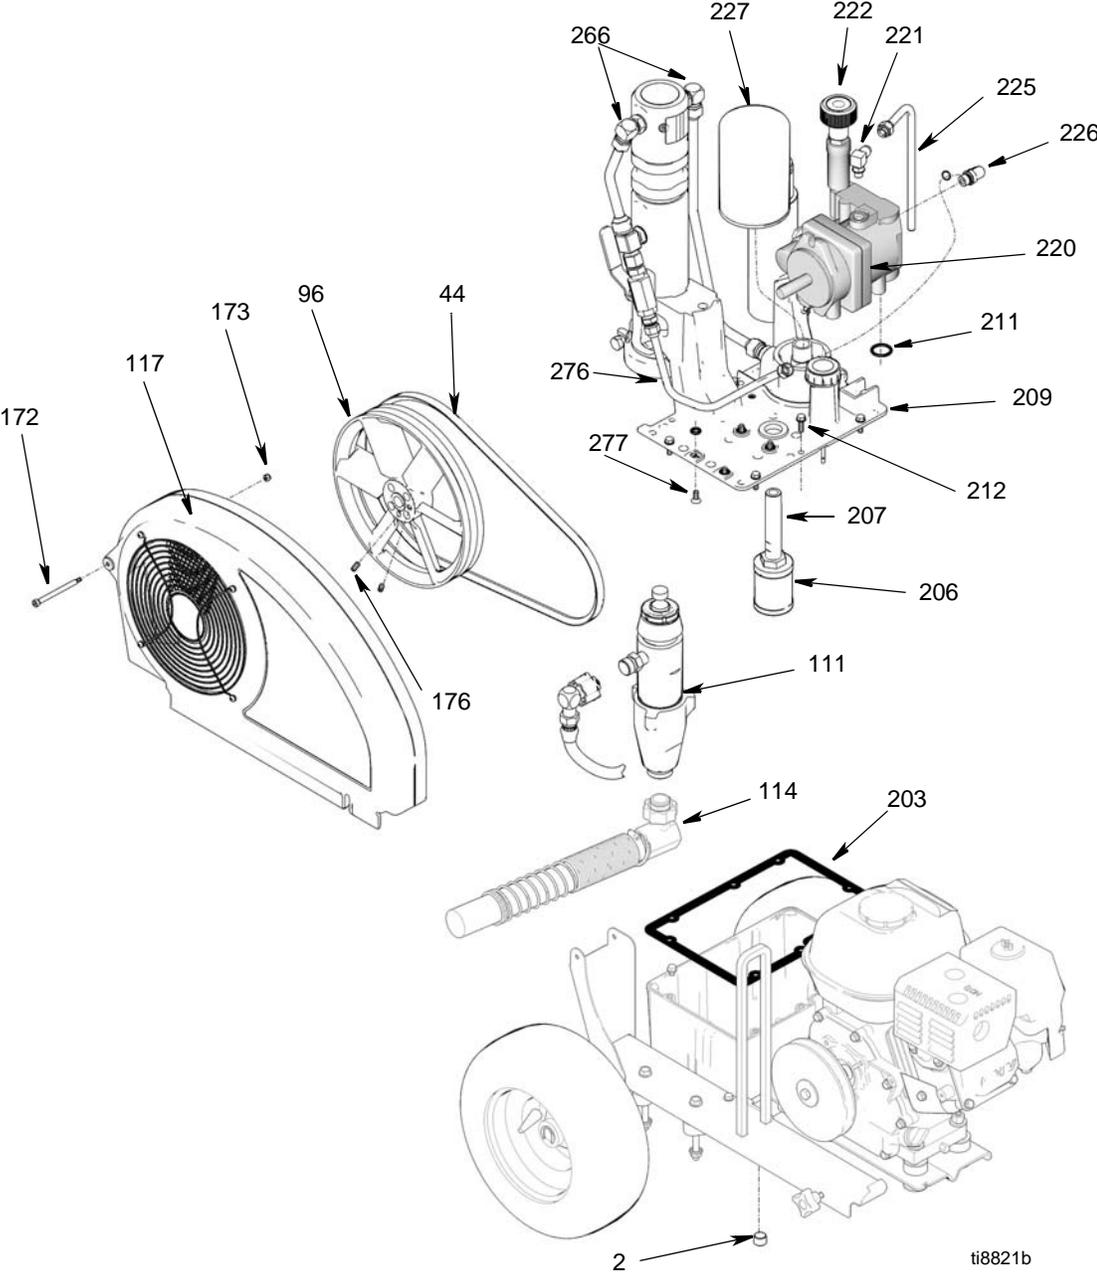

FIG. 2
(Figure 2)
3. Enlever le bouchon de vidange (2) et le filtre à huile (227) et vidanger le fluide hydraulique.
4. Fig. 2. Débrancher la tuyauterie d'aspiration (114).
5. Débrancher la pompe (111), page 15.
6. Retirer la vis (172), l'écrou (173) et le carter de courroie (117).
7. Soulever le moteur et démonter la courroie (44).
8. Enlever les deux vis sans tête (176) et la poulie du ventilateur (96).
9. Démonter le tuyau de vidange (225).
10. Démonter le coude (221).
11. Séparer le tube (276) du coude (226). Enlever le coude (226) de la pompe hydraulique (220).
12. Enlever les huit vis (212), le couvercle du réservoir (209), le filtre (206) et le joint (203).
13. Enlever les quatre vis (277) et la pompe hydraulique (220) du couvercle du réservoir (209).
1. Monter la pompe hydraulique (220) sur le couvercle du réservoir (209) avec les quatre vis (277) ; serrer à 90-110 in-lb (10,1-12,4 N·m).
2. Fixer le joint (203) et le couvercle du réservoir (209) avec huit vis (212) ; serrer à 110+/-5 in-lb (12,4 +/- 0,5 N·m).
3. Monter le coude (226) sur la pompe hydraulique (220). Monter le coude (226) sur le tube (276). Serrer à 25 ft-lb (33,9 N·m).
4. Monter le coude (221) ; serrer à 15 ft-lb (20,3 N·m).
5. Remonter le tuyau de vidange (225) ; serrer à 15 ft-lb (20,3 N·m).
6. Fixer la poulie du ventilateur (96) avec les deux vis (176).
7. Soulever le moteur et mettre la courroie en place (44).
8. Fixer le carter de courroie (117) avec la vis (172) et l'écrou (173).
9. Brancher la pompe (111), page 15.
10. Fig. 2. Brancher le tuyau d'aspiration (114).
11. Mettre le bouchon de vidange (2) ; serrer à 110 in-lb (12,4 N·m). Monter le filtre à huile (227) ; serrer de 3/4 de tour à partir du moment où le joint arrive en butée. Remplir complètement la pompe hydraulique de fluide hydraulique Graco, page 6, via le coude (221). Remplir le réservoir avec le fluide hydraulique restant.